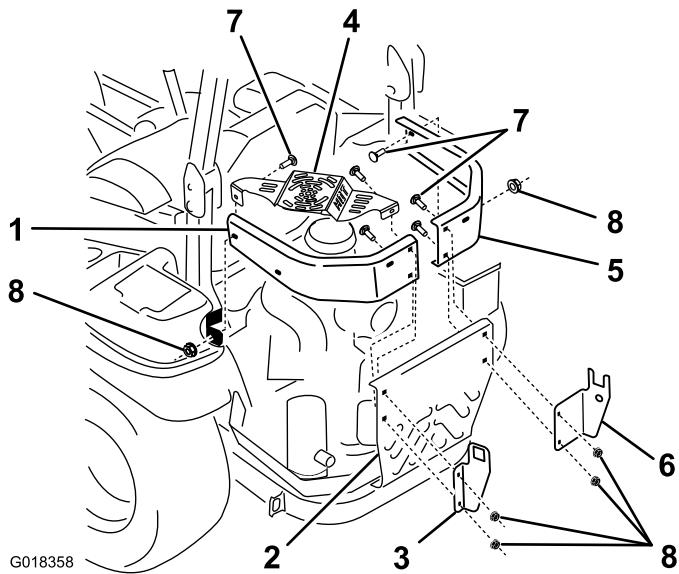

図 4
- 左側バンパーとマフラーシールドをシャーシおよび中央エンジンガードに固定しているボルトとナットを外す図4。
- 新しい左側バンパーを、シャーシ前方の取り付けポイントと、中央エンジンガードにあるバンパー取り付けポイントに合わせる**図 4**。
- 左側フレームサポートブラケットの取り付けフランジ穴が2つついているフランジを、**図 4**のように整列させる。
- 左側フレームサポートブラケットの穴と、左側バンパーのバック穴を、中央エンジンガードの取り付け穴に合わせる**図 4**。
- ブラケットとバンパーを、中央エンジンガードにある下側の穴に仮止めするキャリッジボルト3/8 x 1-1/4インチ1本とフランジナット3/8インチ1個を使用する**図 4**。
E. マフラーのヒートシールドブラケット付きを左側バンパーの内側にセットする**図 4**。
F. 左側サポートブラケット、左バンパー、マフラーガード用の穴を、中央エンジンガードの上側の穴に合わせる**図 4**。
G. ブラケットとバンパーとマフラーガードを、中央エンジンガードにある上側の穴に仮止めするキャリッジボルト3/8 x 1-1/4インチ1本とフランジナット3/8インチ1個を使用する**図 4**。
H. 左側バンパーの前穴とマフラーガードの前穴とを、シャーシの前方取り付け位置に合わせる**図 4**。
I. バンパーとガードを、取り付け位置に固定するキャリッジボルト3/8 x 1-1/4インチ1本とフランジナット3/8インチ1個を使用する**図 4**。
A. 新しい右側バンパーを、シャーシ前方の取り付けポイントと、中央エンジンガードにあるバンパー取り付けポイントに合わせる**図 4**。
B. 右側フレームサポートブラケットの取り付けフランジ穴が2つついているフランジを、**図 4**のように整列させる。
C. 右側フレームサポートブラケットの穴と、右側バンパーのバック穴を、後部・中央エンジンガードの取り付け穴に合わせる**図 4**。
D. ブラケットとバンパーを、中央エンジンガードに仮止めするキャリッジボルト3/8 x 1-1/4インチ2本とフランジナット3/8インチ2個を使用する**図 4**。
E. 新しい右側バンパーの前穴を、シャーシの前方取り付け位置に合わせる**図 4**。
F. バンパーを、取り付け位置に固定するキャリッジボルト3/8 x 1-1/4インチ1本とフランジナット3/8インチ1個を使用する**図 4**。